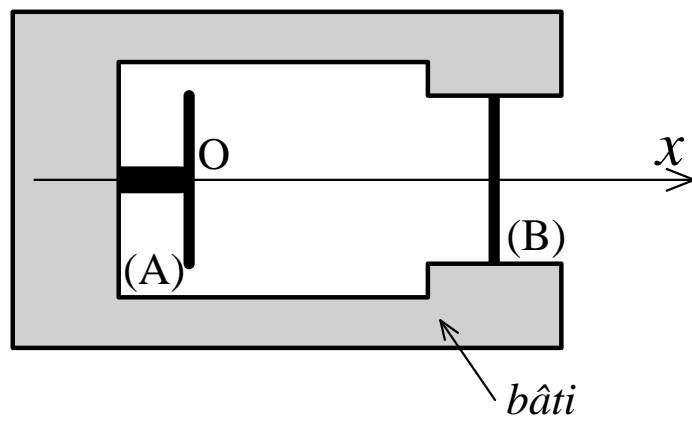

Figure 2
Ce condensateur modélise un microphone de pression à symétrie cylindrique (fig.2). L'armature (B) peut se déplacer par rapport au bâti parallèlement à elle-même. On note x son abscisse par rapport à l'armature (A).